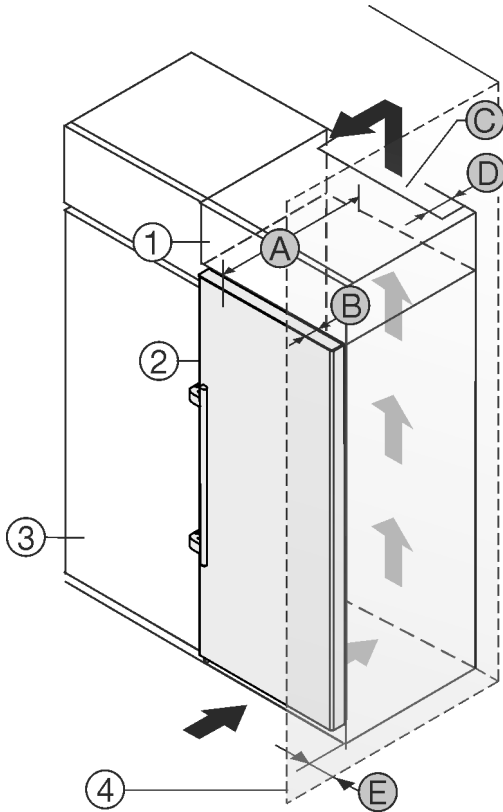

Fig. 30
此冰箱可安装在橱柜内。为了使冰箱 Fig. 30 (2)与橱柜高度一致，可在冰箱上面放置一个附加柜 Fig. 30 (1)。
如果冰箱直接安放在橱柜 Fig. 30 (3)旁边，至少需要与冰箱保持 5cm 的距离。为了能完全打开门，冰箱必须凸出橱柜正面一定深度 Fig. 30 (B)。根据橱柜的深度，使用壁距调整垫片可以使冰箱更为凸出。
- 在附加柜背面必须有一个竖风道，其深度 Fig. 30 (D)应超过整个附加柜宽度。
- 盖板下必须保有通风横截面 Fig. 30 (C)。
如果将带铰链的冰箱放置在墙壁 Fig. 30 (4)边，冰箱和墙壁必须保有距离 Fig. 30 (E)。这取决于冰箱门打开时把手与墙壁的距离。